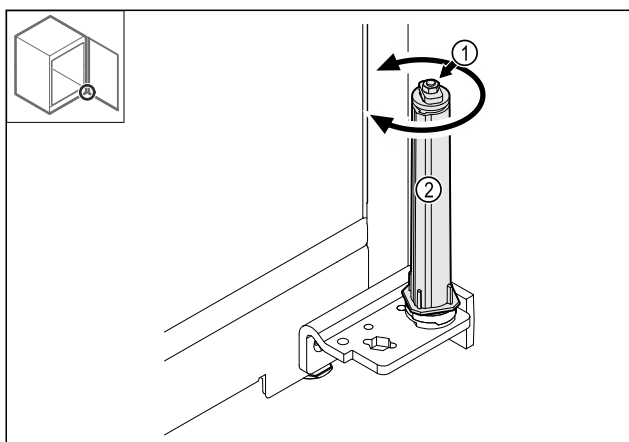

Fig. 41
- ▶ Nu dezasamblați îmbinarea filetată Fig. 41 (1) a sistemului de închidere.
- ▶ Rotiți sistemul de închidere Fig. 41 (2), până când face clic.